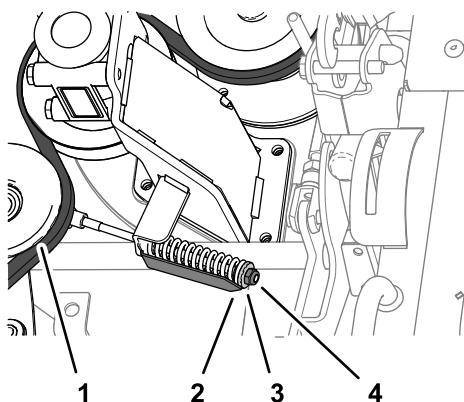

Bild 133
4. Lösen Sie die Klemmmutter der Riemenspannvorrichtung, bis Sie den Riemen von der Riemenscheibe der Riemenspannvorrichtung ziehen können (Bild 133).
2. Ziehen Sie die Klemmmutter an, bis der Pfeil der Spannungsanzeige mit der äußeren Kante der Scheibe ausgefluchtet ist (Bild 133).